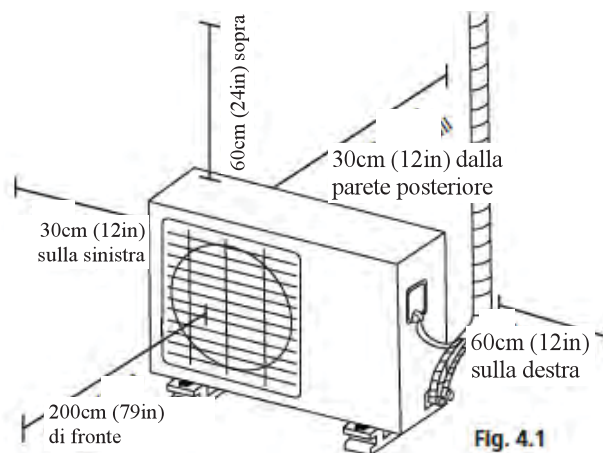

Fig. 4.1
- ☑ Risponde a tutti i requisiti illustrate in Requisiti di Spazio per l'Installazione (**Fig. 4.1**)